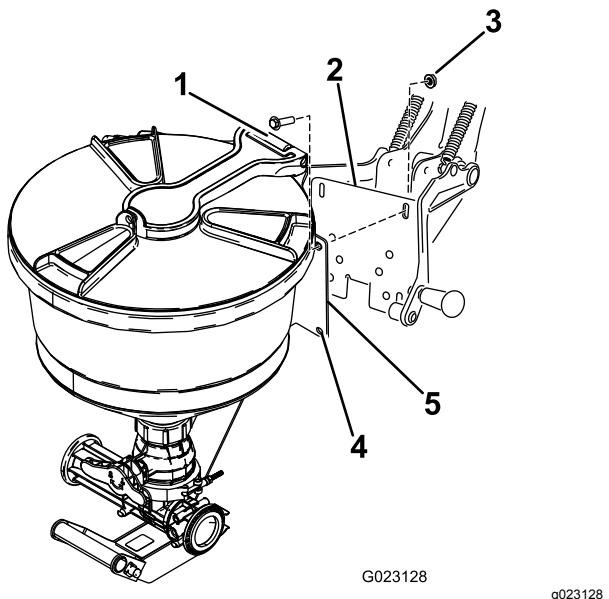

Figura 12
1. Alinhe os orifícios na placa de montagem do misturador com as ranhuras na estrutura de suporte da cavidade (Figura 12).
2. Monte o misturador na placa posterior (Figura 12) com os quatro parafusos (3/8 x 1 pol.) e porcas de bloqueio (3/8 pol.).